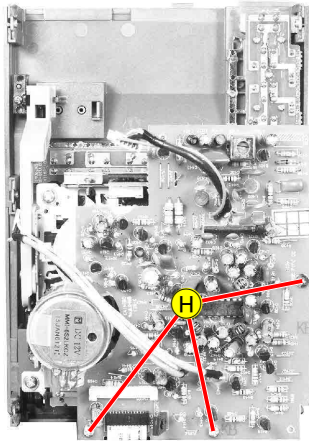

Fig. 6
- 3 Schrauben **H** (Fig. 6) herausdrehen.
- Undo 3 screws **H** (Fig. 6).